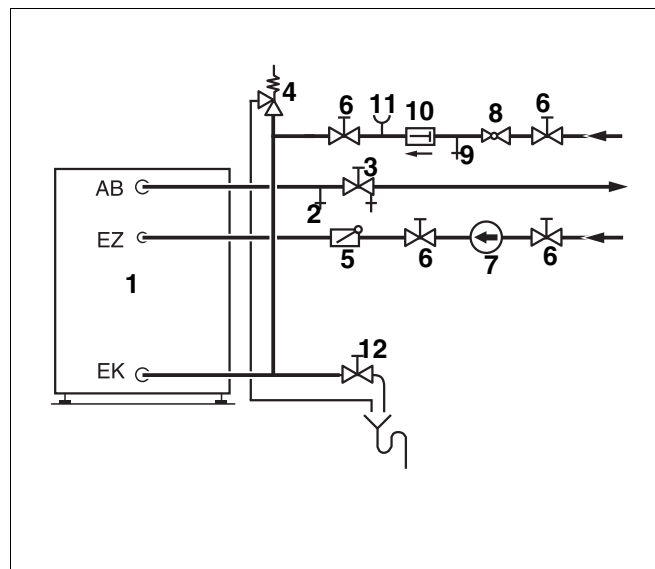

Рис.6 Монтаж (принципиальная схема)
Монтаж трубопроводов и установку на них арматуры (рис. 6) следует проводить с учётом действующих норм и правил.
- ▶ Установите вентиль для продувки и выпуска воздуха (рис. 6, [2]) в трубопровод горячей воды перед запорным вентилем (рис. 6, [3]).
- ▶ На предохранительном клапане (рис. 6, [4]) установите предупреждающую табличку с надписью: "Не перекрывать дренажную линию. Во время нагрева в целях безопасности может вытекать вода."